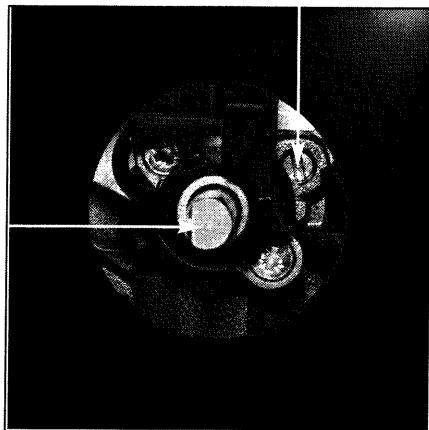

fig.5
- A l'aide du petit tournevis fourni dans la pochette, **vissez à fond** la vis de réglage des ralents en laiton (jaune) (fig. 5) **dans le sens des aiguilles d'une montre**.
- dévissez la vis de réglage des ralents en laiton (jaune), (fig.5), à l'aide du tournevis fourni dans la pochette, de **2 tours dans le sens inverse des aiguilles d'une montre**.